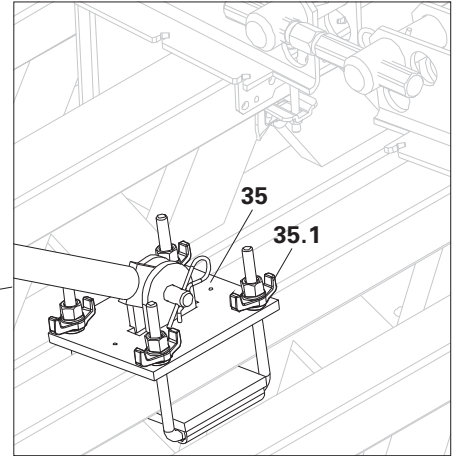

Fig. A9.01a
3. Ajustar las tuercas mariposa. (Fig. A9.01a)